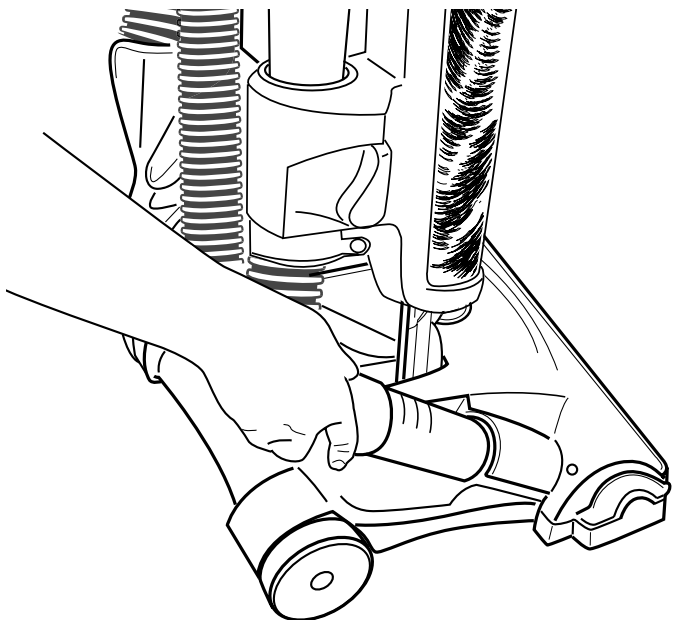

FIG. 31
- Step 1:** Firmly pull the end of the hose from the hose retainer on the hood of the vacuum (FIG. 31).
Étape 1 : Retirer le bout du tuyau du raccord qui se trouve sur le capot de l'aspirateur (FIG. 31).
Paso 1: Jale con fuerza el extremo de la manguera quitándolo del retén de la manguera en la tapa de la base de la aspiradora (FIG. 31).